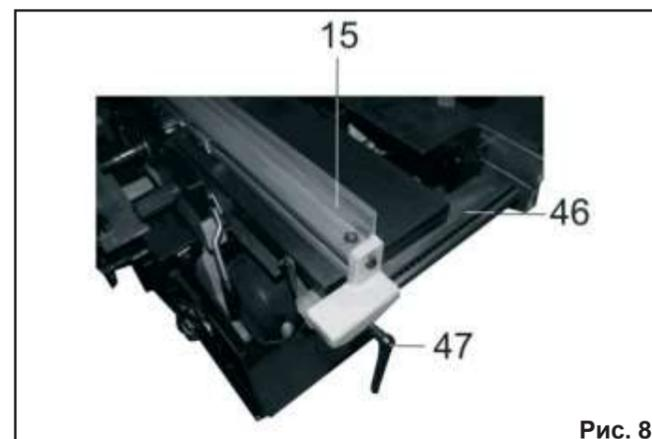

Рис. 8
- используя угольник, универсальный угломер или шаблон, установите предполагаемый угол направляющей планки (15) к столу подачи (23), положение зафиксируйте болтом (64), Рис. 8.
8.2.5. На рельсе (46) установите и ручкой (47) закрепите направляющую планку (15), Рис. 8.
- направляющую планку (15) переустановить, повернув на 180° на опоре (65) лицевой стороной к пильному диску (6), Рис. 8;
- при продольном пилении направляющую планку (15) установить в необходимое положение по шкале рельсы (46).